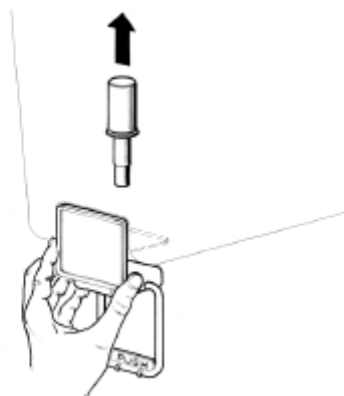

рис. 3
6. **Поршневой кран:** выньте поршень, а затем демонтируйте рукоятку управления краном (см. рис. 3).